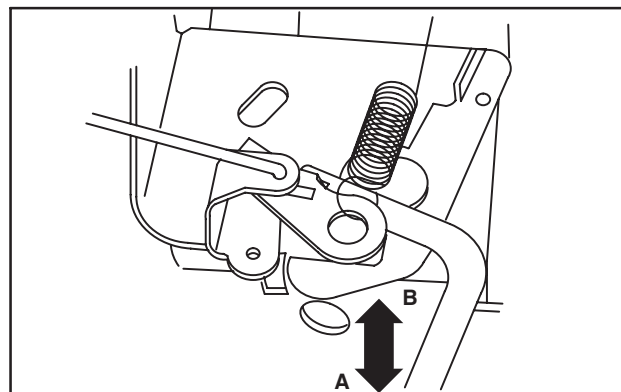

Fig. 55
2. Lancer le moteur et régler le régime maximum à vide en pliant la patte pour l'augmenter (A) ou le réduire (B), Fig. 55.